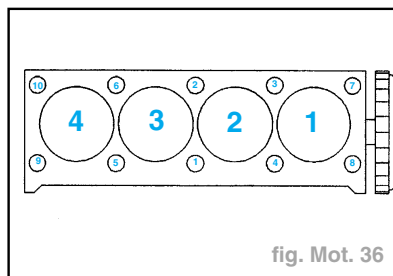

fig. Mot. 36
- Serrer la culasse selon l'ordre indiqué (fig. Mot. 36).